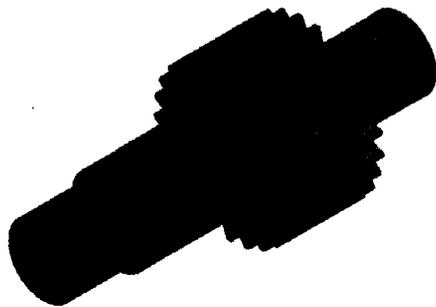

Рис. 8.17. Завершенная шпонка с канавкой вала
16. Нажмите **ОК**, чтобы создать новую геометрию, затем снова нажмите **ОК**, чтобы принять создание новых элементов. См. рис. 8.17, чтобы увидеть результат действий генератора шпоночного соединения.